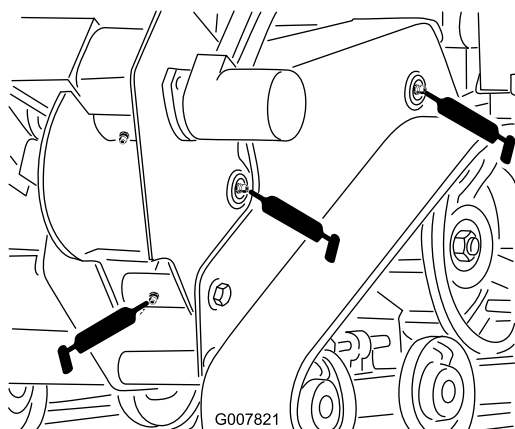
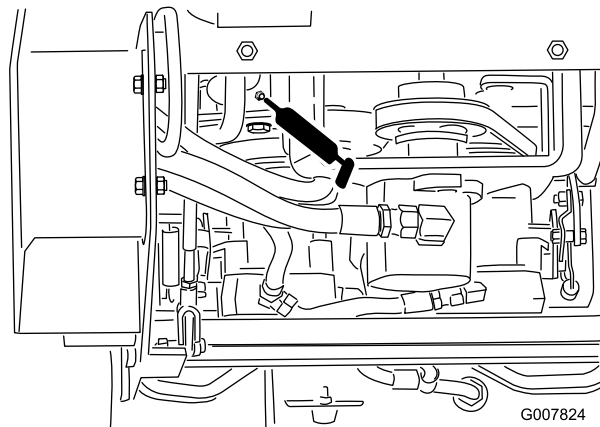

Figura 23
Figura 26
4. Collegate un ingrassatore a pressione a ciascun raccordo (da Figura 23 a Figura 26).